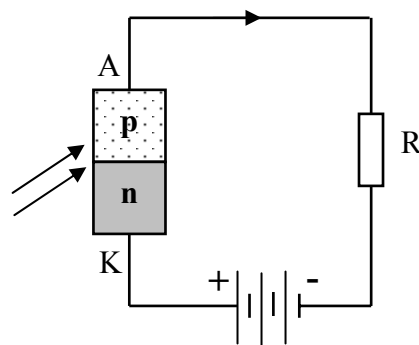

Fig. 2.17.
1. Dacă joncțiunea pn este polarizată invers prin aplicarea unei tensiuni continue din exterior (fig. 2.17), atunci funcționarea este în *regim de fotodiodă*. Curentul care se stabilește prin circuit (curentul invers prin diodă) depinde de nivelul fluxului luminos la nivelul joncțiunii.